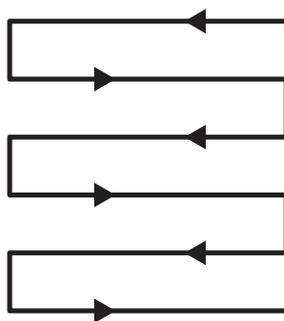

Fig. 22
5. Tondre en suivant des rangées qui se chevauchent légèrement. Le modèle le plus efficace pour tondre les pelouses est la ligne droite parallèle à l'une des bordures. Cela permet de tondre la pelouse en rangées régulières et garantit qu'aucun endroit de la pelouse n'a été oublié (Fig. 22).